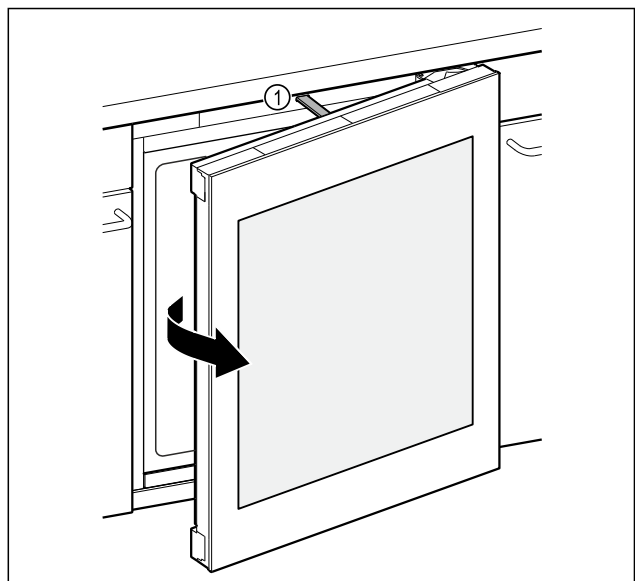

Fig. 84
- ▷ Штовхач Fig. 84 (1) відчинить двері приблизно на 7 см.